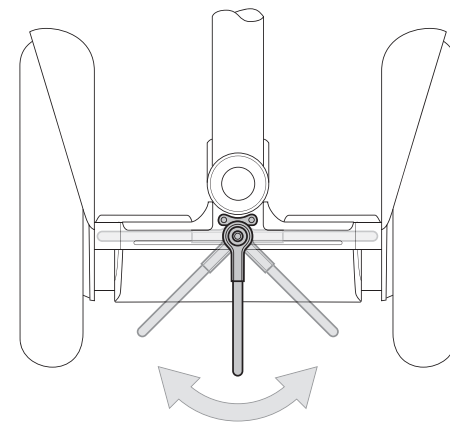

Abbildung 3. Den Parkständer aus- oder einklappen
4. Neigen Sie den PT zum Einklappen des Parkständers nach hinten und schwenken Sie die Feder mit dem Fuß nach oben. Sie müssen den Drehmechanismus einrasten hören. Siehe Abbildung 3.